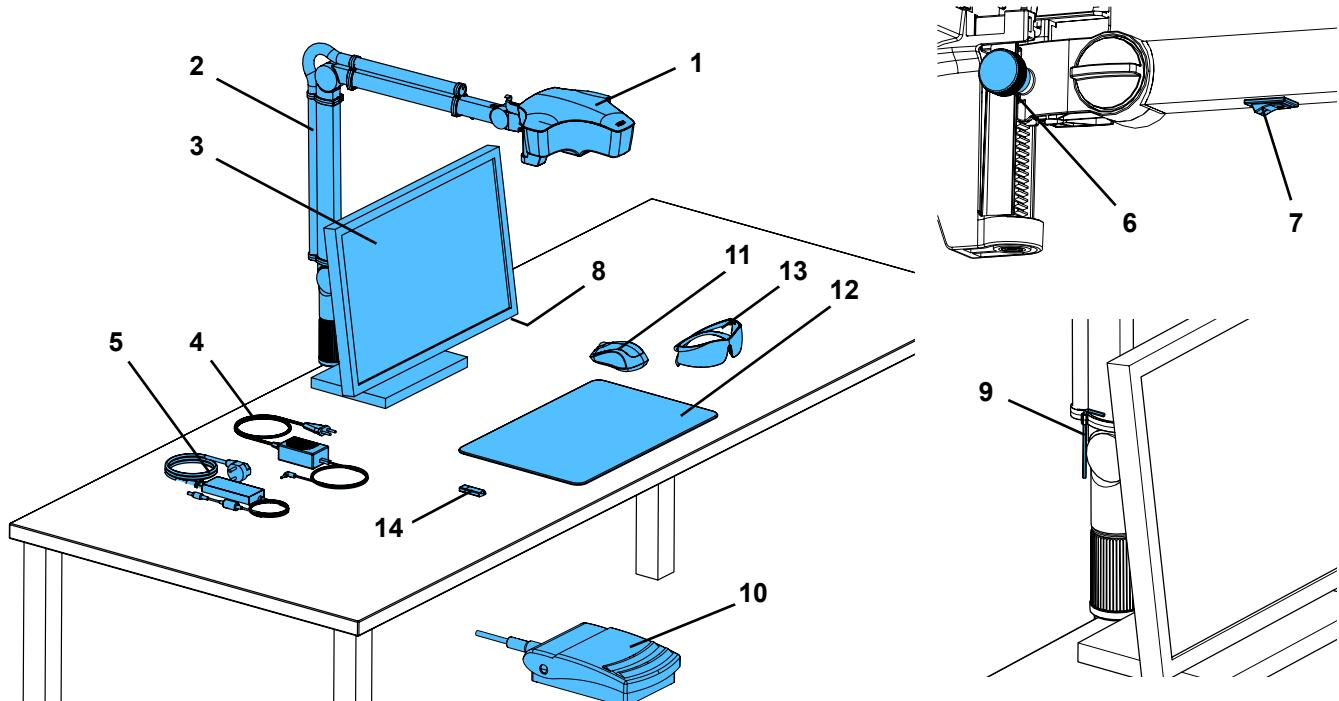

Fig. 1
- ⇒ Collocare il piano di appoggio (12, Fig. 1) sul tavolo di lavoro.
- ⇒ Collegare il mouse (11, Fig. 1) accanto al piano di appoggio.
- ⇒ Collegare l'interruttore a pedale (10) sotto il tavolo e inserire il cavo dell'interruttore a pedale nell'interruttore a pedale.
- Vite di fissaggio sul braccio di supporto (31).
- Vite di bloccaggio centrale (32).
- Vite di bloccaggio sul piede di appoggio (33).
- Vite di bloccaggio (34) con utensile in dotazione (9, Fig. 1).
- Vite di bloccaggio (35) con utensile in dotazione (9, Fig. 1).